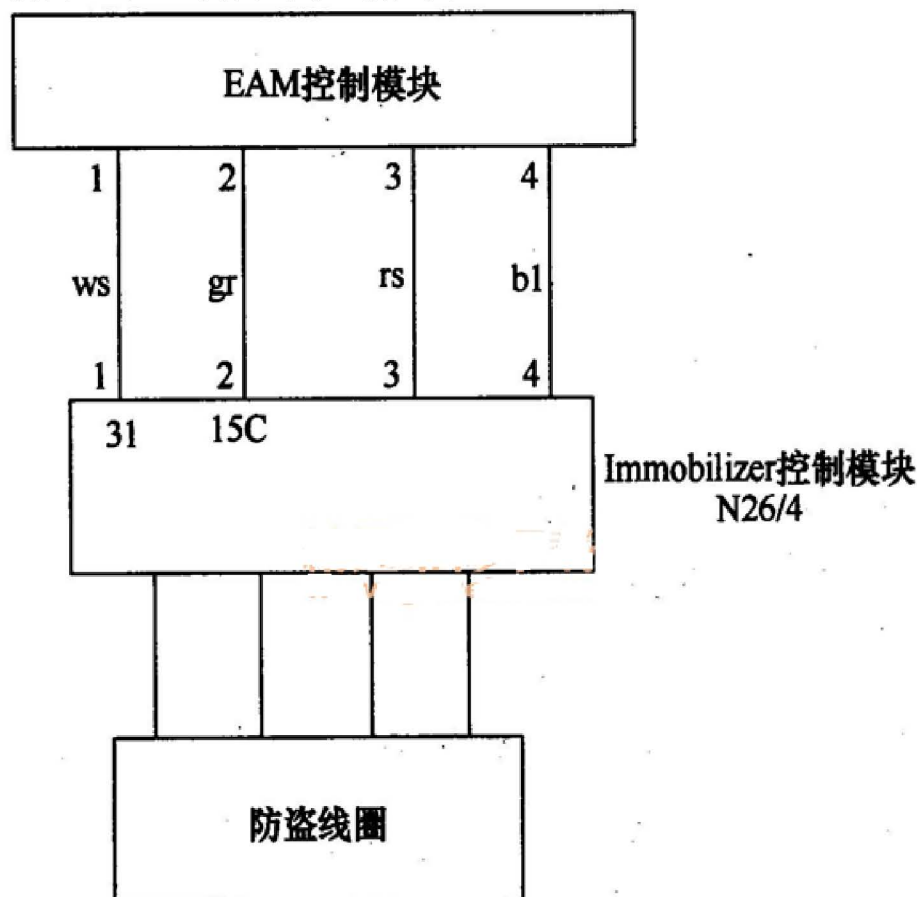

图 4-11 EAM 控制模块与 Immobilizer 控制模块 N26/4 之间的线路连接
A) EAM 控制模块。相关功能包括倒车镜电动调整功能、倒档控制功能、外部灯光控制功能 (包括前照灯清洗功能和近光大灯控制功能)、座椅加热功能、定速控制功能、起动机控制功能等。某些奔驰 ML 车型 DAS 控制模块是外置式的。外置式 DAS 控制模块又称为 Immobilizer 控制模块 (N26/4)。仪表台上有一个饮料杯支架, EAM 控制模块正好安装在饮料杯支架下方, 因此 EAM 控制模块容易因进水而损坏。EAM 控制模块与 Immobilizer 控制模块 N26/4 之间的线路连接见图 4-11。